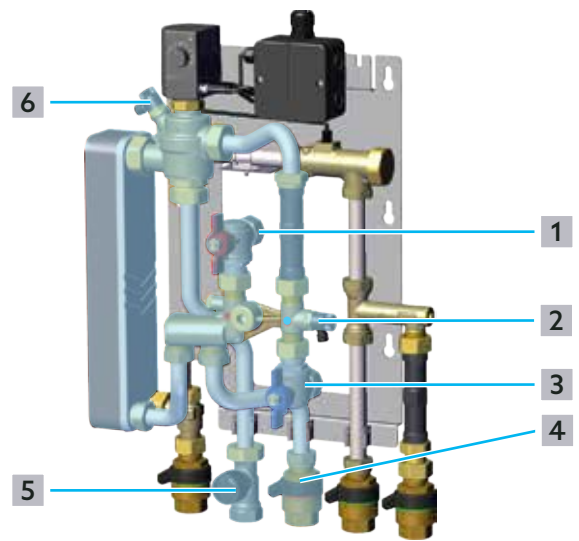

Abb. 14: Heizkreis füllen und entlüften
- 1** Prüfen Sie, ob das Entleerungsventil (siehe Abb. 14 auf Seite 21 (2)) und Entlüftungsventil (6) im Heizungskreis geschlossen sind.
- 2** Öffnen Sie das Keramikscheibenventil im Heizkreis-Vorlauf (4).
- 3** Öffnen Sie das Zonenventil im Heizkreis-Rücklauf (5).
- 4** Öffnen Sie langsam den Eckkugelhahn im Heizungs Vorlauf (1), um die Station zu füllen.
- 7 Sobald Wasser blasenfrei entweicht, schließen Sie das Entleerungsventil (siehe Abb. 14 auf Seite 21 (2)).
- 8 Öffnen Sie das Entlüftungsventil (6) im Heizkreis etwas.
- 9 Sobald Wasser blasenfrei entweicht, schließen Sie das Entlüftungsventil (6).